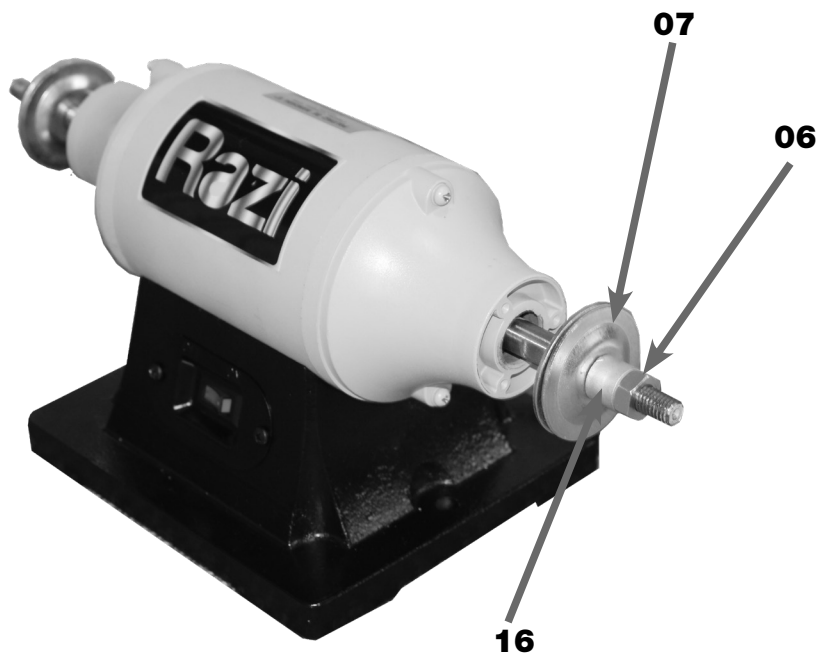

FIGURA 05 – Remoção da Porca, Bucha Espaçadora e Flange Externa
2. RETIRAR a Porca de Fixação da Roda (06), a Bucha Espaçadora (16) e a Flange Externa da Roda (07) (figura 05);